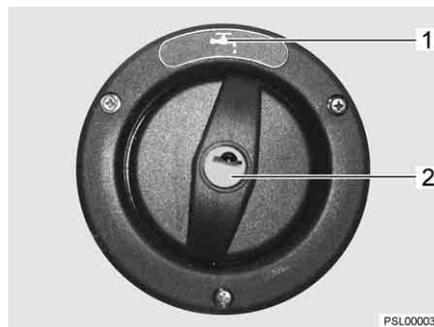

Fig. 201 Tapa de cierre para el tubo de llenado de agua potable
El tubo de llenado de agua potable está identificado con el símbolo "☞" (Fig. 201,1). La tapa de cierre se abre o cierra con la llave para las cerraduras de trampilla exteriores.
- Introducir la llave en el cilindro de cierre (Fig. 201,2) y girarla un cuarto de vuelta en sentido contrario a las agujas del reloj.